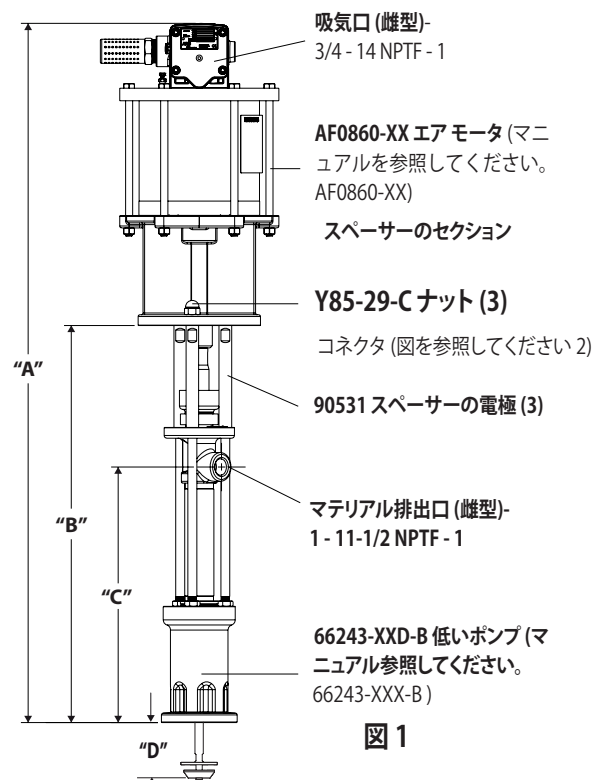

図 1
2. 从连杆上 (90531) 卸下三个螺母 (Y85-29-C) (见图1)。
2. 3 つの (Y85-29 C) ナット 3 スパーサー棒から削除します (90531)。 (図 1 を参照)。